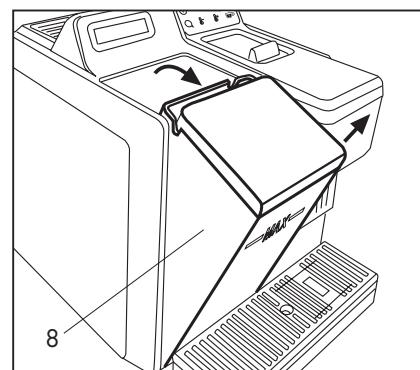

Fig. 1
- Pour extraire le réservoir, faire légèrement pression sur la partie supérieure et le faire basculer vers soi. Soulever le réservoir une fois qu'il est libéré de son logement. (**Fig. 1**)